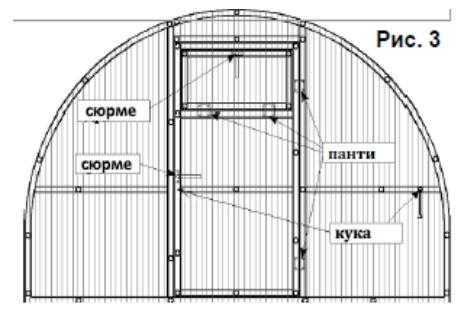

Рис. 3
5.1.4. Монтирайте пантиите на вратата и прозореца с помощта на самонарезните винтове. Всички панти трябва да се намират отгоре на поликарбоната. Завийте с винтовете и, както е показано на рис.3.